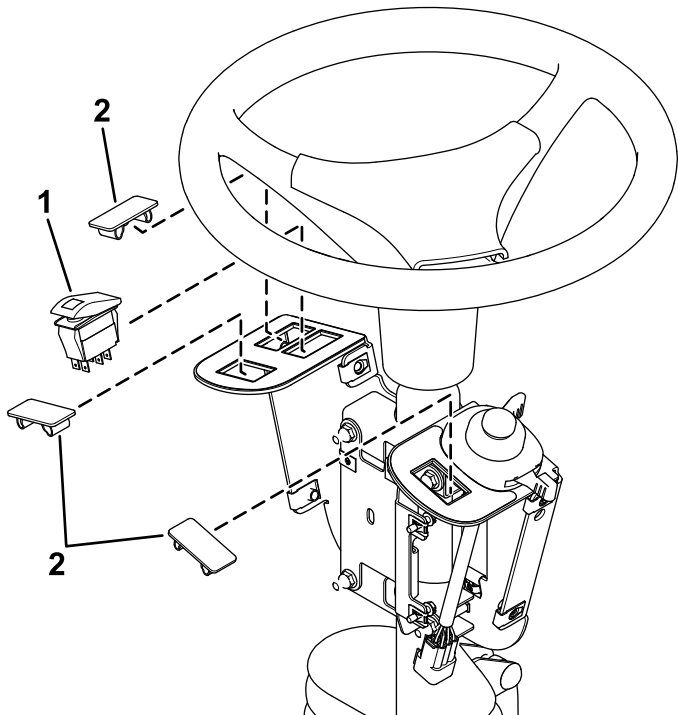

Bild 6
3. Montieren Sie den Kippschalter und die Lochblenden in die Schalterhalterung (Bild 6).